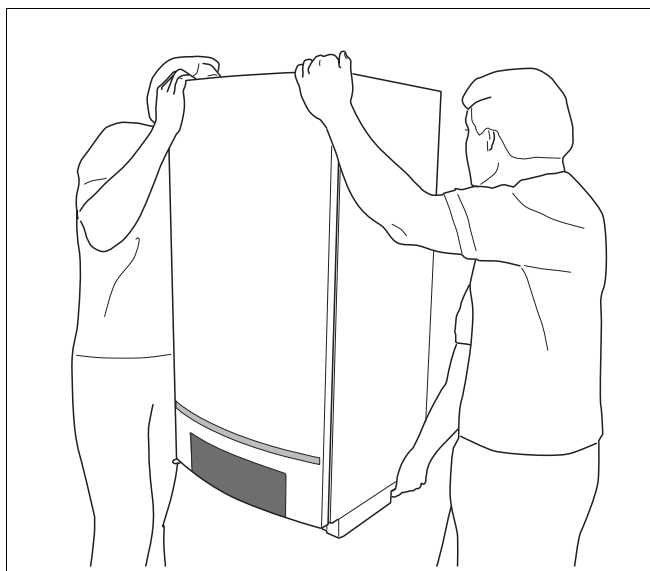

Fig. 2 Ridicați și transportați în mod corect cazanul de încălzire
Cazanul de încălzire poate fi prins la ridicare și la transport cu o mână de dedesubtul părții inferioare și cu cealaltă mână de deasupra părții din față (Fig. 2).
- Ridicați cazanul de încălzire de partea din spate și de șina de transport a părții inferioare și agățați-l de suportul de perete (Fig. 2, pagina 12).